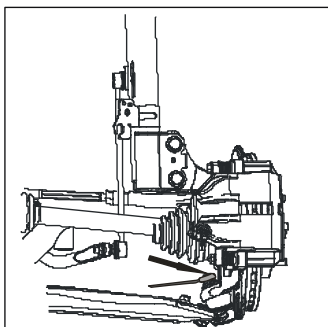

Рисунок III-5
5. Отверните болт полуоси переднего колеса .(если необходимо) (см. Рисунок III-5).